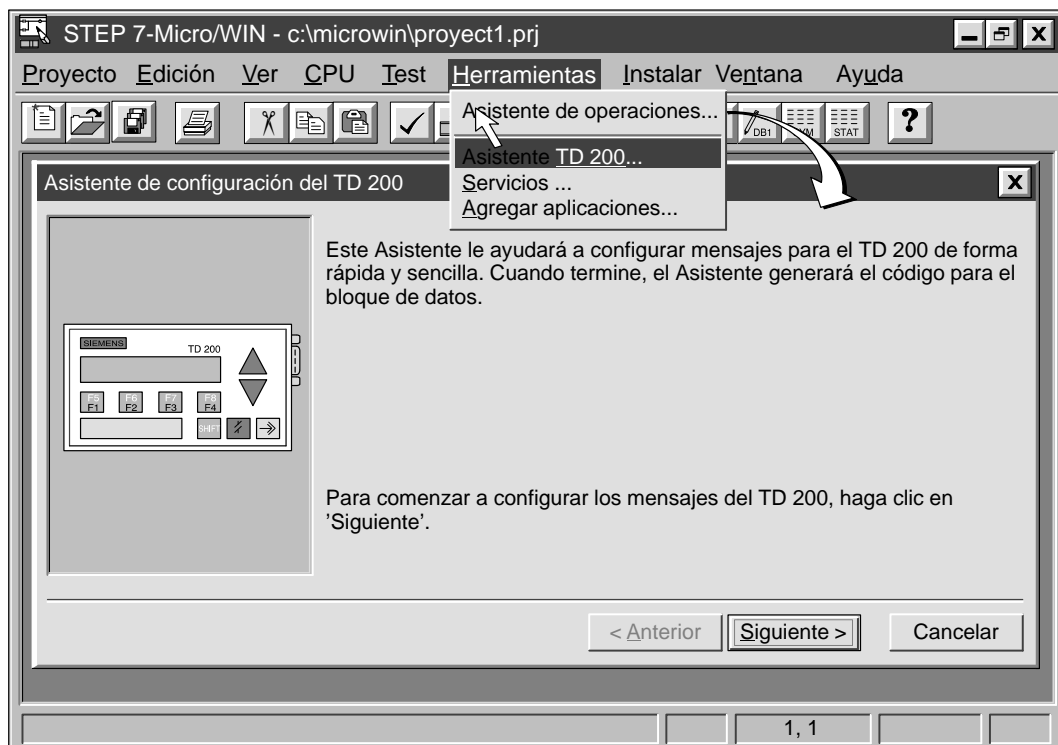

Figura 5-3 Acceder al Asistente de configuración del TD 200
1. Elija el comando de menú **Herramientas ► Asistente TD 200...** como muestra la figura 5-3.